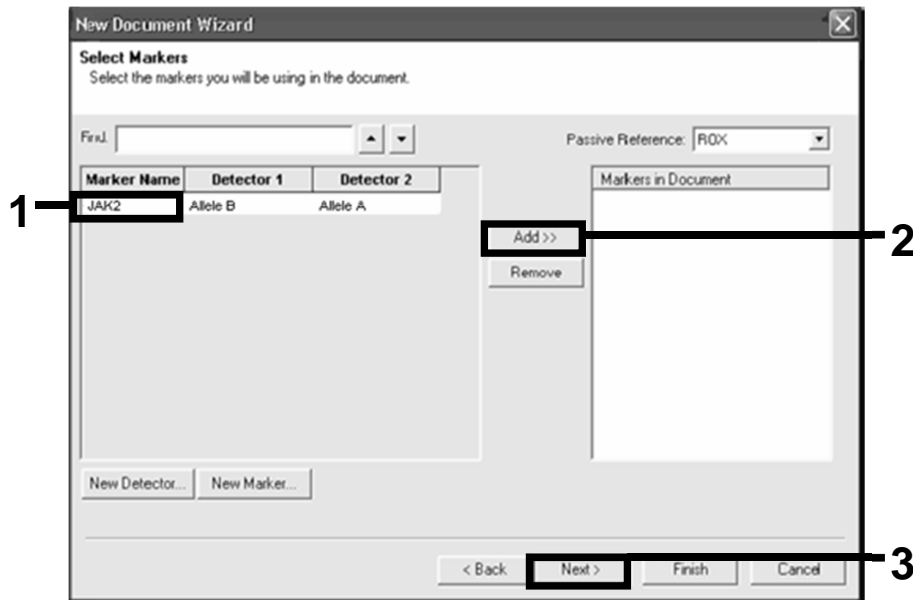

Ilustración 17. Selección de marcadores.
20. En el cuadro de diálogo "Select Markers" (Seleccionar marcadores), seleccione el marcador "JAK2" creado anteriormente o bien un marcador predefinido adecuado y, a continuación, haga clic en "Add>>" (Añadir>>) (ilustración 17).